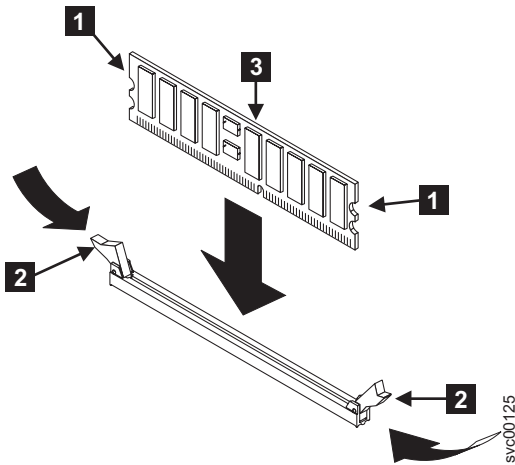

図 100. メモリー・モジュールの再取り付け
1. クリップ **2** を開き、132 ページの図 100 に示すように、メモリー・モジュール **3** を下げてコネクタに差し込みます。DIMM を完全に差し込んで、クリップを閉じます。